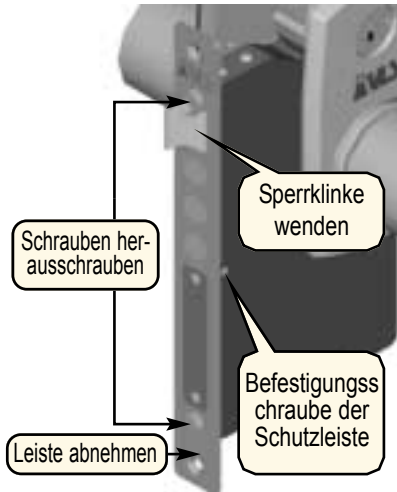

Abbildung 8 - Wenden der Sperrklinke
1. Schrauben Sie zwei Schrauben (Abb. 8) gegebenenfalls zur Einstellung der nötigen Position der Sperrklinke des Schloßes heraus, nehmen Sie die Schloßleiste ab und wenden Sie die Sperrklinke des Schloßes in die nötige Position. Stellen Sie die abgenommene Schloßleiste an Ort ab, schrauben Sie die Schrauben zu. **Der Deckel des Schloßes ist zum Wenden der Sperrklinke nicht abzunehmen. Merken Sie sich, daß die Abnahme des Deckels des Schloßes die Garantie entzieht.**